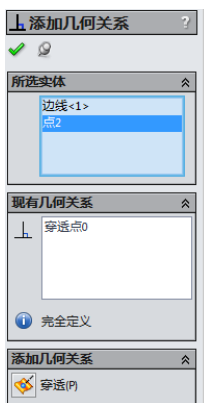

图 7-107 添加几何关系
**06** 添加几何关系。单击“尺寸/几何关系”工具栏中的“添加几何关系”图标按钮, 选择圆心和螺旋线，添加几何关系为“穿透”，如图 7-107 所示。单击“确定”图标按钮, 完成几何关系的添加。单击“草图绘制”图标按钮, 退出草图绘制。